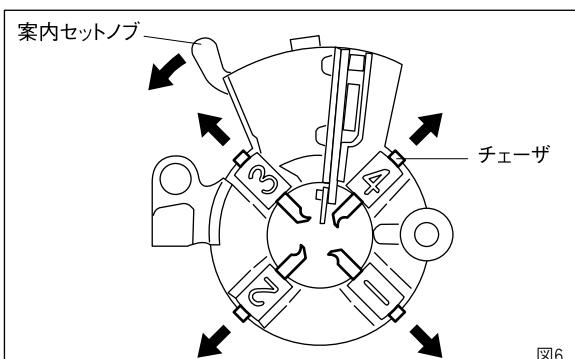

図6
a. チーザの取外しかた(図6)
- 位置決めノッチを位置決めピンから外し案内セットノブを図6の矢印の方向へいっぱいに引きますと、3番4番のチーザが取外せます。